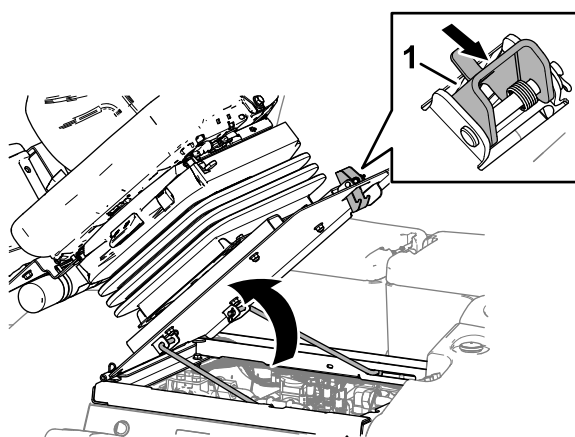

Figure 100
1. Poussez le verrou du siège vers l'extérieur (Figure 100).